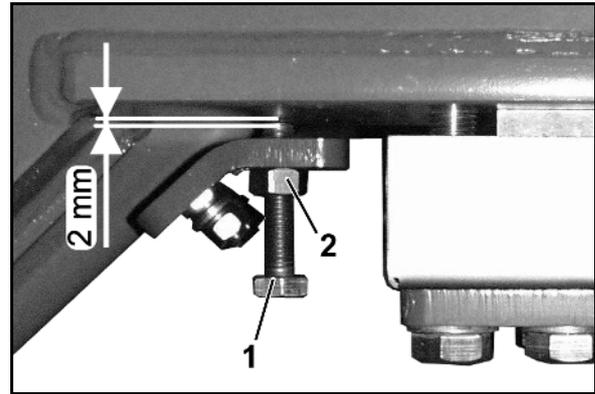

Fig. 79
Der erforderliche Abstand zwischen Begrenzungsschrauben (Fig. 79/1) und Wiegerahmen beträgt 2 mm.
1. Kontermutter (Fig. 79/2) lösen